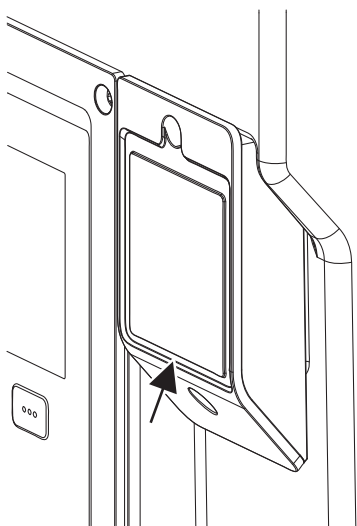

Fig. 28: Kryt pre Wilo-Smart Connect modul BT
1. Skrutku krytu modulu Wilo-Smart Connect (Fig. 28) uvoľnite a otvorte kryt.
Kvôli konštrukcii sa Wilo-Smart Connect Modul BT dá nastrčiť iba v jednej adjustácii. Ďalšia fixácia modulu sama neprebíha. Kryt modulu Wilo-Smart Connect (Fig. 28) na vrchnom diele elektronického modulu drží modul pevne v rozhraní.